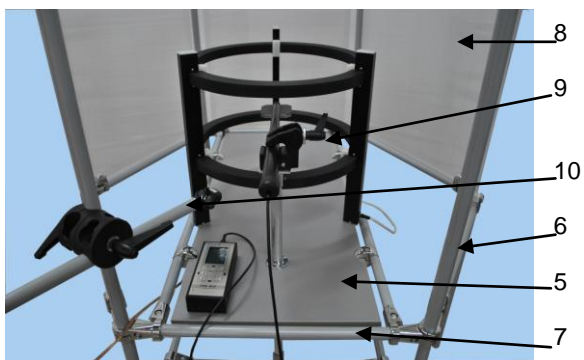

Рисунок 4. Рабочий стол
5.1.3. РС (рис.4) представляет собой каркасную конструкцию и состоит из:
5.1.4. На верхней поверхности столешницы установлено фиксирующее устройство – 9 (рис. 4) для позиционирования антенн поверяемых СИ и компаратора магнитного поля в области равномерного магнитного поля. На боковой вертикальной стойке подвижно закреплена штанга – 10 для установки WEB – камеры для дистанционного наблюдения за показаниями приборов.